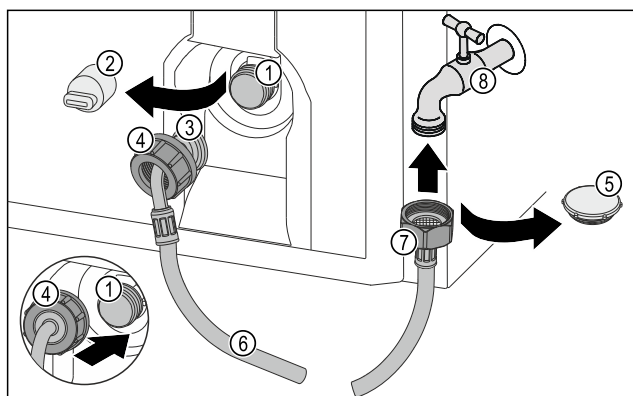

Fig. 47
- Uzavírací víčko Fig. 47 (5) odstraňte.
- Rovný konec hadice Fig. 47 (7) připojte k vodovodnímu kohoutku Fig. 47 (8).
- Utáhněte matici na rovném konci hadice Fig. 47 (7) ve směru hodinových ručiček.